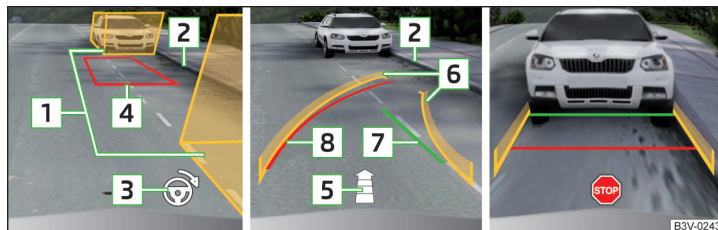

Fig. 280 Afișarea pe ecran
- ▶ Opriți autovehiculul astfel încât în spațiul dintre casetele ajutatoare 1 » fig. 280 să nu se afle niciun obstacol, iar caseta din spate să nu treacă peste limita laterală a spațiului de parcare (de ex. bordură) 2.